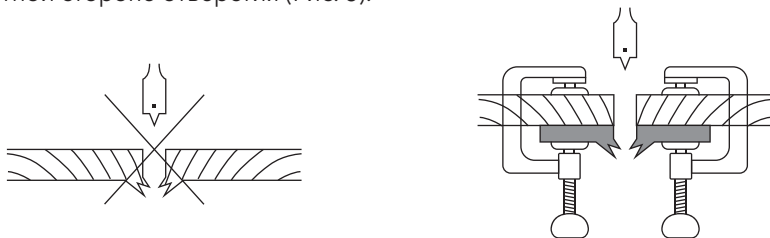

Рис. 8
- При сверлении «сквозных» отверстий поставьте за заготовкой деревянный брусок, чтобы предотвратить появление неровных или отколовшихся краев на обратной стороне отверстия (Рис. 8).